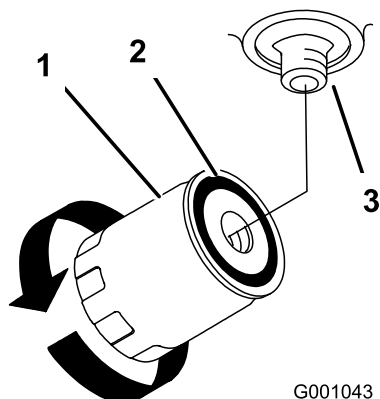

Figura 78
4. Retire el filtro usado y limpie con un paño la superficie de la junta del adaptador del filtro (Figura 78).
7. Gire el filtro en el sentido de las agujas del reloj hasta que la junta de goma entre en contacto con el adaptador del filtro, luego apriete el filtro media vuelta más (Figura 78).